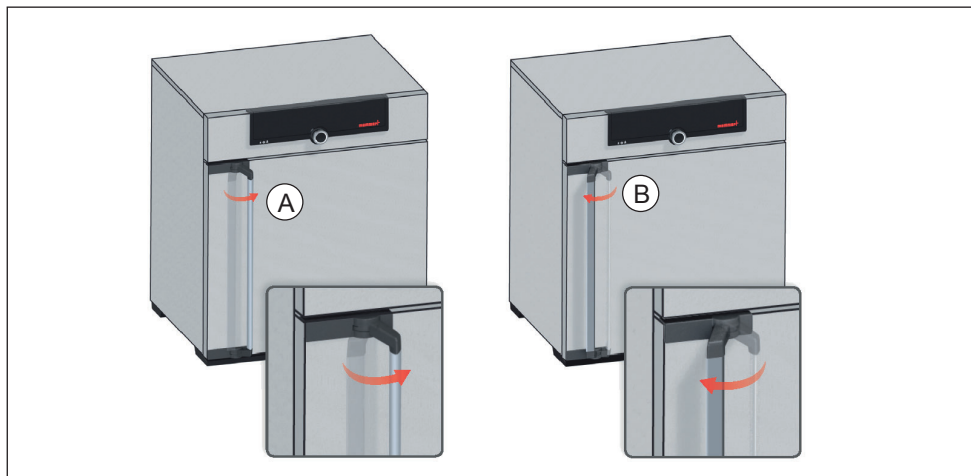

Bild 15 Öppna och stänga dörren
- ▶ För att öppna dörren drar du handtaget åt sidan (åt vänster eller höger, beroende på dörriant Bild 15, A) och öppnar dörren helt.
- ▶ För att stänga trycker du på dörren och trycker handtaget åt sidan (B).